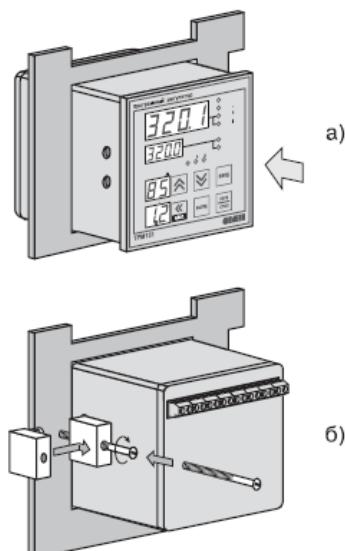

Рисунок 7.2 - Установка прибора щитового крепления
- 1 Вставьте прибор в специально подготовленное отверстие на лицевой панели щита (см. прил. А и рисунок 7.2, а).
- 2 Вставьте фиксаторы из комплекта поставки в отверстия на боковых стенках прибора (рисунок 7.2, б).